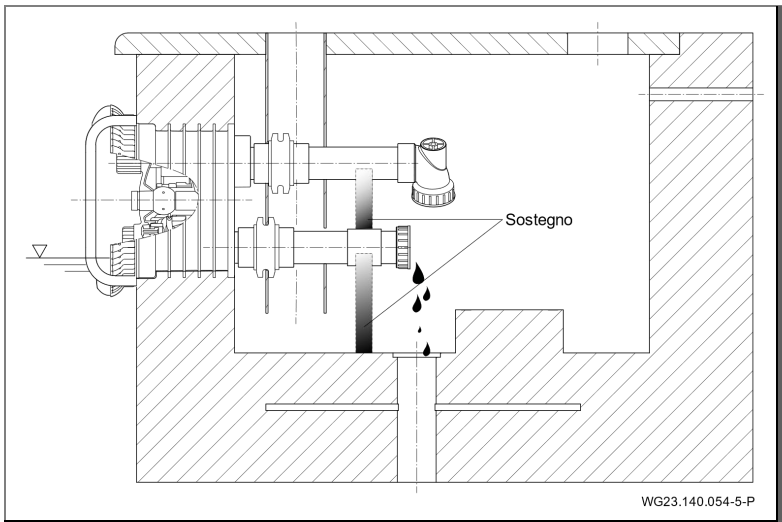

Fig. 29
3. Scaricare il tubo di aspirazione e di mandata poggiando su un sostegno. Vedere "Fig. 29".